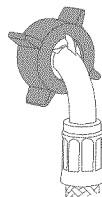

Fig.4 Extrémité du tuyau (laveuse)
- 2 Installez les embouts coudés sur la laveuse (les orifices d'entrée derrière la laveuse sont marqués pour faciliter leur identification [H = chaude, C = froide]) (reportez-vous à la figure 4).